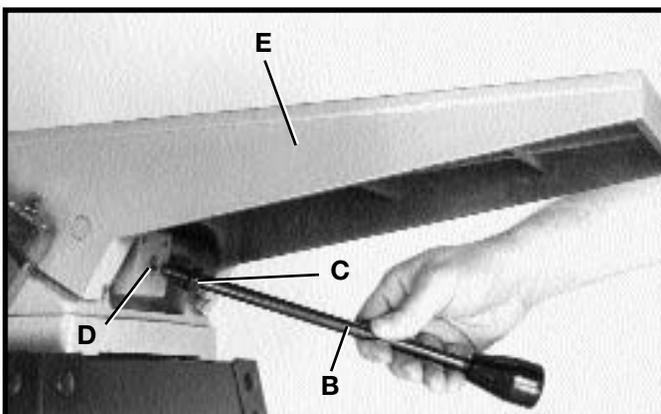

Fig. 12
1. Gire la tuerca de cierre (C) Fig. 12 en el sentido de las agujas del reloj en la agarradera de ajuste de la mesa de alimentación (B) lo más lejos posible.
2. Enrosque la agarradera (B) Fig. 12 al bloque (D), localizado debajo de la mesa de alimentación (E).